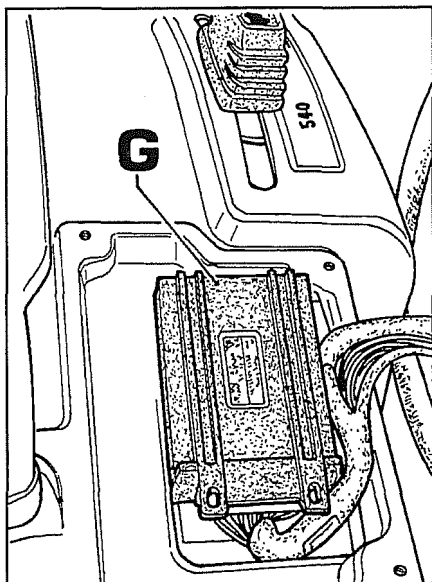

Fig. 45
1. Para efectuar este tipo de controle é necessário aceder à central **G** fig.45 situada debaixo da caixa de suporte dos reóstatos, desmonta-la do guarda-lamas dado que se encontra fixada com fita bi-adesiva.